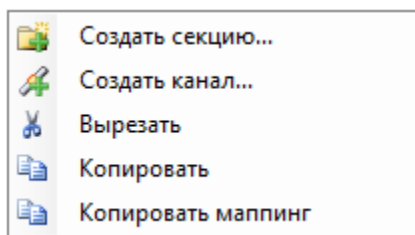

Рисунок 3.13 – Модуль Modbus TCP Server. Общий вид контекстного меню на карте сигналов при создании канала или секции
- 3 Вызвать контекстное меню и выбрать соответствующую команду (рисунок 3.13).